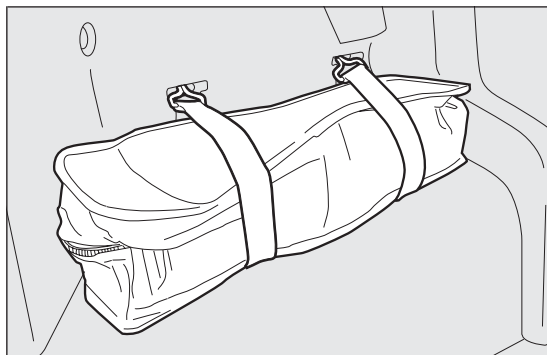

fig. 124
- abrir el maletero, retirar la bolsa de herramientas fig. 124 situada en el lado izquierdo del maletero soltando los elásticos de retención y poniéndola al lado de la rueda que se tiene que sustituir;